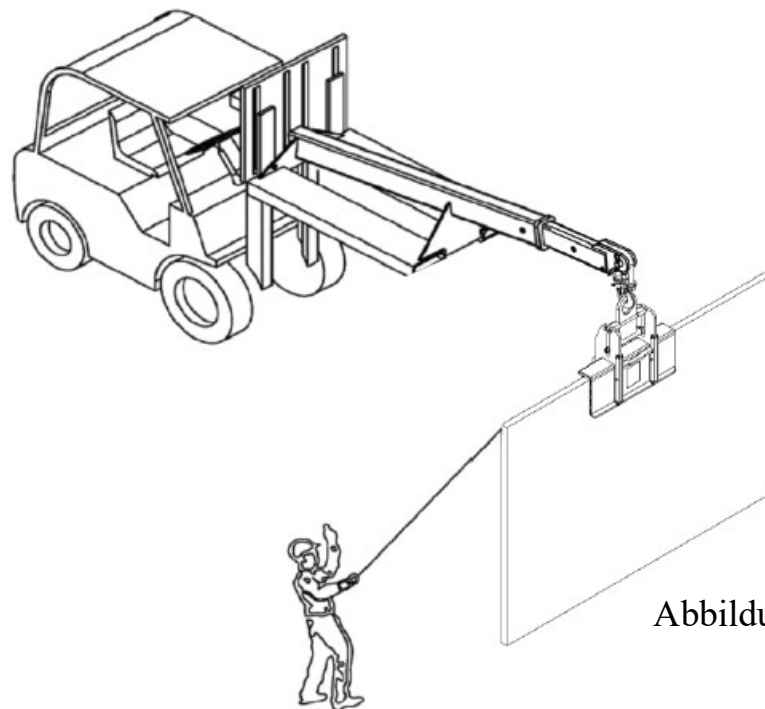

Abbildung 4.1
**Schritt 4:** Transportieren Sie das Material an den gewünschten Ort (Abbildung 4.1)